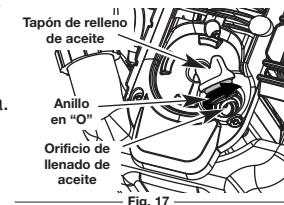

Fig. 17
- Saque el tapón de aceite/ varilla de medición del cigüeñal (Fig. 17).